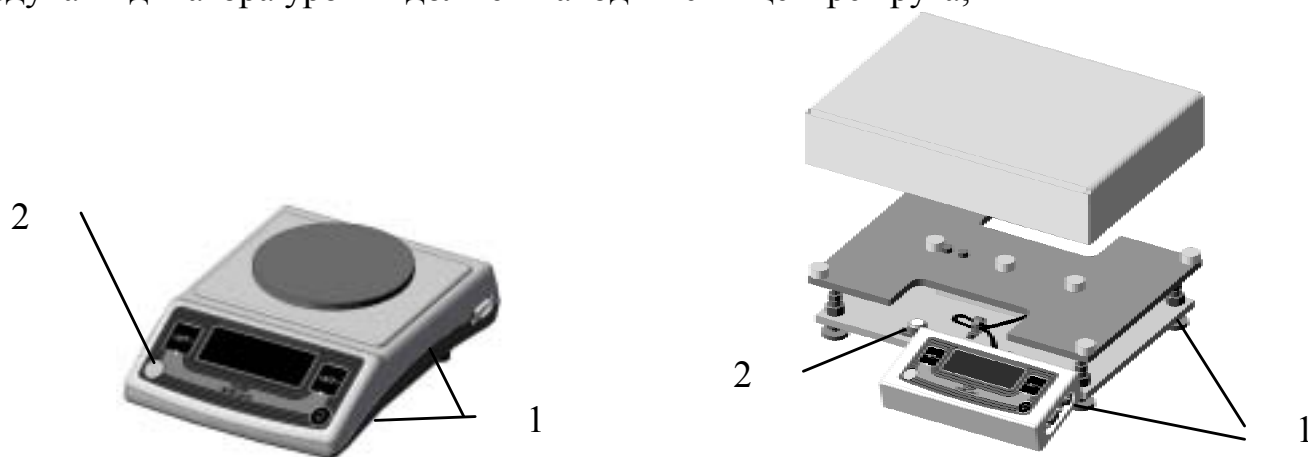

Рисунок 4 – Расположение индикатора уровня и регулировочных ножек.
2.2.3.4 С помощью регулировочных ножек (Рисунок 4, поз. 1) и индикатора уровня (Рисунок 4, поз.2) выставьте весы на рабочем месте по уровню: пузырек воздуха индикатора уровня должен находиться в центре круга;